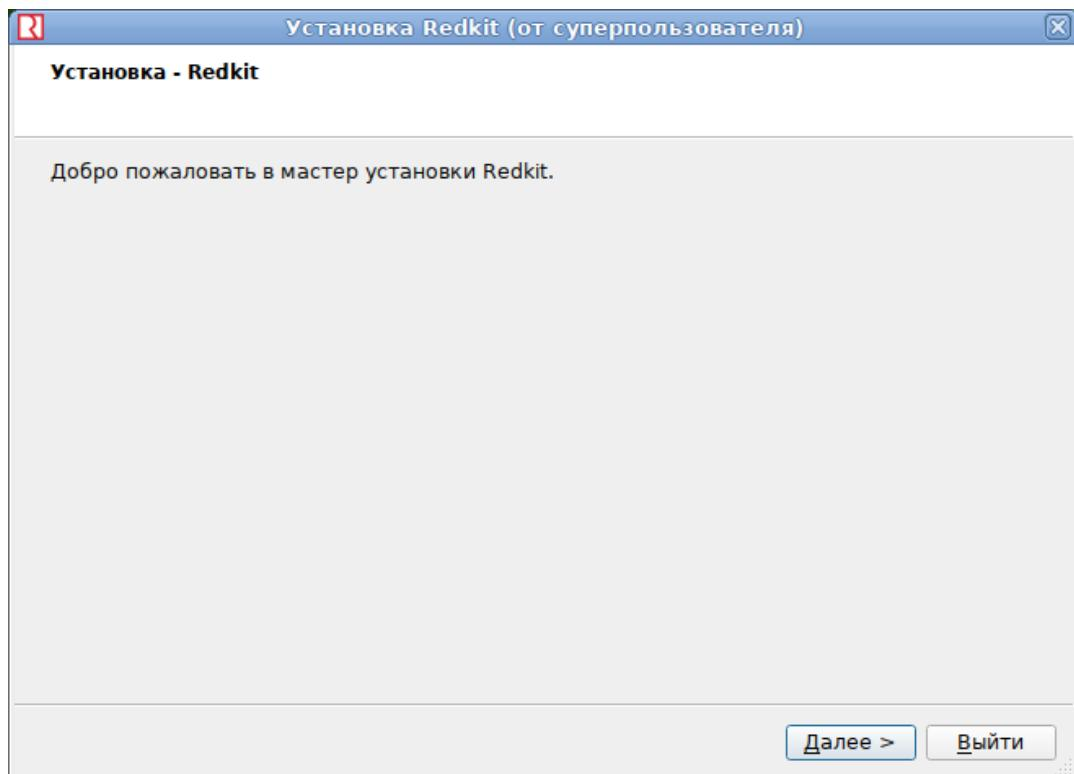

Рисунок 4 - Установка Redkit
5. Откроется мастер установки Redkit. Нажмите **Далее** (Рисунок 4).